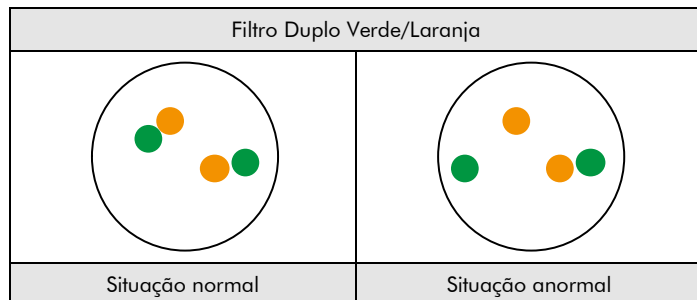

Fig. 2: Resultados esperados em núcleos normais e anormais
**Situação normal:** Em interfases de células normais ou em células sem translocação envolvendo a região do locus IGH, são visíveis dois sinais de fusão verde/laranja (ver Fig. 2).
**Situação anormal:** Uma região do locus IGH afetada por uma translocação é indicada por um sinal verde e laranja separados (ver Fig. 2).